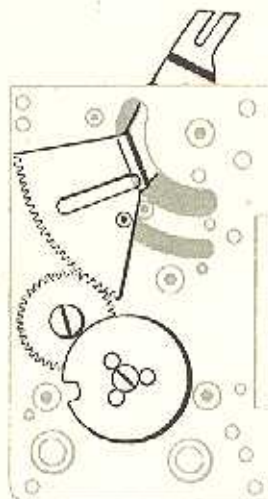

Abb. 3
- Der Eingriff des alten Aufzugssegments am Zwischenrad 370.07 – 19 zur Mitnehmerscheibe 370.07 U 6 markieren, (s. Abb. 3).